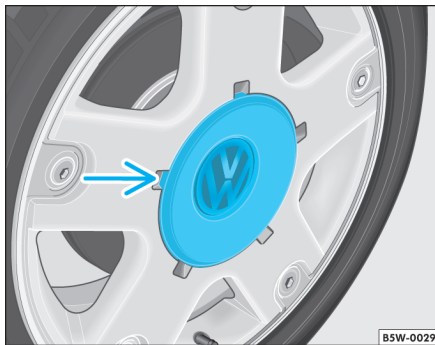

Fig. 115 Rebajos para retirada de tapacubo central
- Introduzca el extremo achatado de la llave de rueda en el rebajo indicado ⇒ fig. 115 y retire el tapacubo central para colocar los tornillos de la rueda. ◀